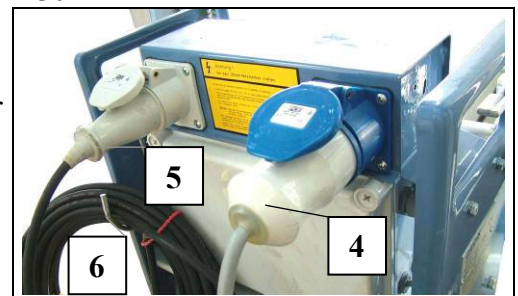

Fig. 33 Aansluitstrook van de lier
- De overtollige kabel zorgvuldig oprollen en inhangen aan de haak (Fig. 33 pos. 6). - Anders bestaat er ongevalgevaar door te blijven hangen of beschadiging van de kabel.
- Kabel (1) uit kabelhouder (2) halen.
- Omlaag-knop op bedieningseenheid indrukken. - Voldoende kabel afhaspelen, daarbij kabel spannen zodat de slappe kabelschakelaar (3) geactiveerd blijft.